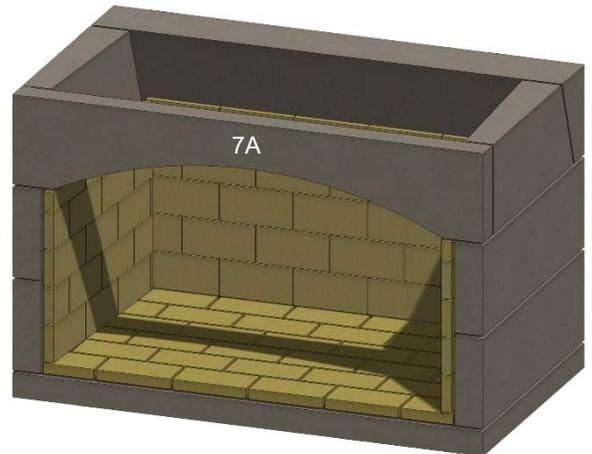

Figure 18. Linteau avant
K. Installez la pièce de linteau avant, (7A, pour le linteau arqué, comme illustré) ou (7S, pour les kits de linteau droit). Voir la Figure 18.